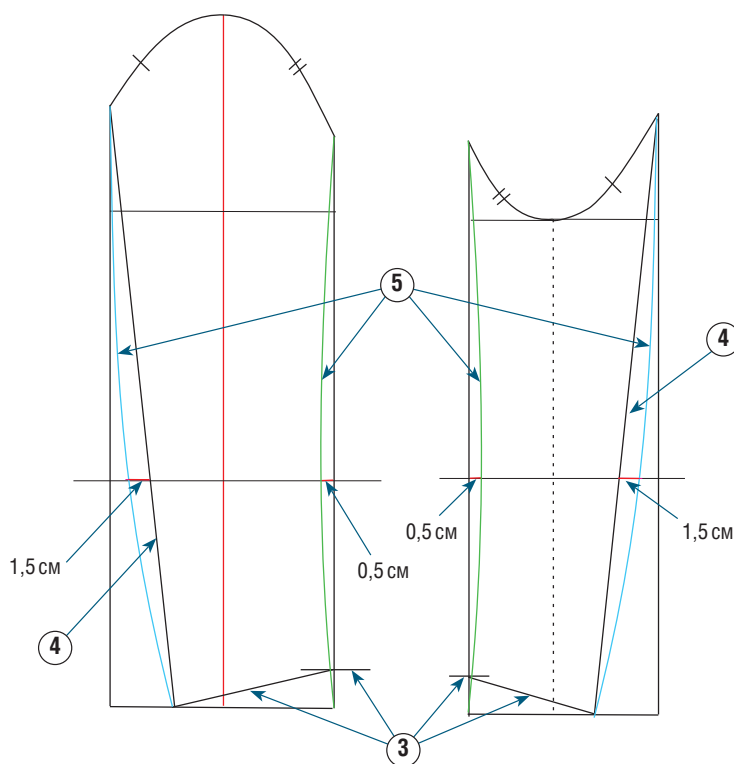

Рис. 3
④ От конца каждой новой линии низа рукава, начерченной на этапе 3, проведите прямые до краев пройм (на рис. 3 отмечены черными линиями).
⑤ На линии высоты локтя (см. с. 82) отметьте небольшие расстояния для расширения (красные отрезки на рис. 3). Прибавьте по 1,5 см к боковым сторонам спинки и отнимите по 0,5 см от боковых сторон переда. С помощью чертежного лекала измените края, проложив слегка изогнутые кривые (на рис. 3 стороны переда показаны зеленым, а стороны спинки – голубым).